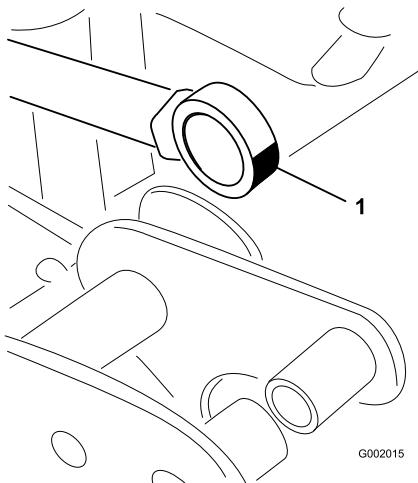

Figura 75
5. Rode o rolamento da extremidade da barra e aplique massa lubrificante no rolamento (Figura 75).